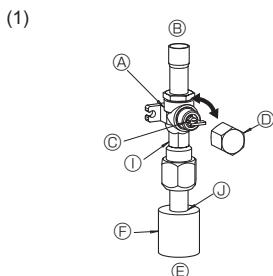
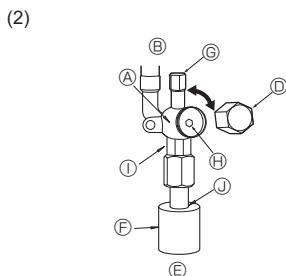

Fig. 4-6
Fig. 4-7
- (1) Gasside på ZRP100-140 (Fig. 4-6)
- ① Afmonter hætten, træk håndtaget hen imod Dem og drej en 1/4 omgang mod uret for at åbne.
- ② Kontroller, at stopventilen er helt åben, skub håndtaget ind og drej hætten tilbage til den oprindelige position.
(2) Væskeside på ZRP100-140 samt gas-/væskeside på ZRP35-71 (Fig. 4-7)
- ① Fjern dækslet, og drej ventilsprindlen mod uret så langt som muligt vha. en 4 mm sekskantet skruenøgle. Stop med at dreje, når den når stopperen (\varnothing 9,52: ca. 10 omgang).